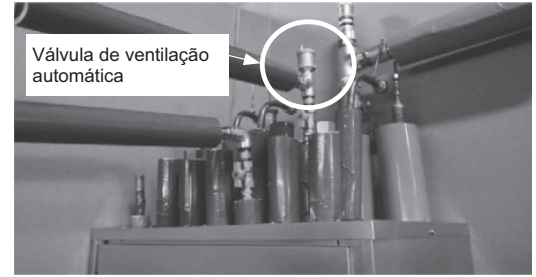

Figura 1. Válvula de ventilação automática
*2. **Instale uma válvula de ventilação automática no ponto mais alto de cada tubo de derivação do HBC (em dois locais no ponto mais alto do tubo de retorno do HBC secundário, e em seis locais no ponto mais alto dos tubos de retorno das unidades interiores). (Ver Figura 1.)**